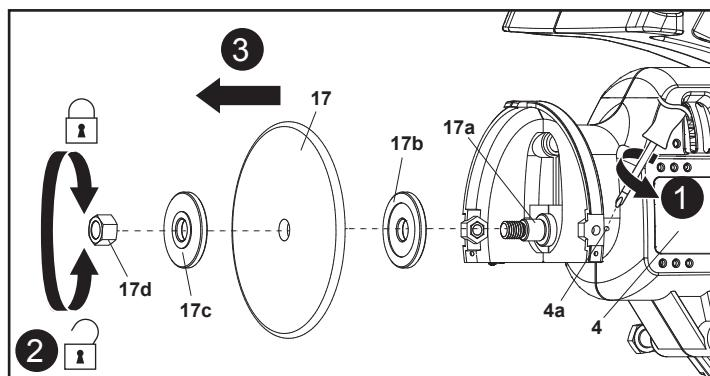

Fig. 12
3. Bloquee el husillo (17a) con un destornillador adecuado (no suministrado) a través de cualquiera de los orificios (4a) del alojamiento del motor (4) (Fig. 12, paso 1). Asegúrese de que se desliza en el orificio correcto del husillo (17a). Para ello, gire ligeramente el disco de afilado (17).
4. Afloje la tuerca de fijación (17d) girándola hacia la izquierda con una llave adecuada (tamaño: 13 mm) (no suministrada) y retírela junto con la brida exterior (17c) y el disco de afilado (17) (Fig. 12, pasos 2, 3).